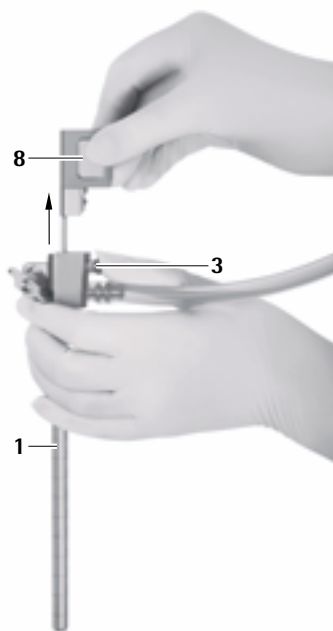

Fig. 10
- Premere il pulsante di rilascio 3 ed estrarre l'otturatore per il canale dell'ottica 8 attentamente dal trocar MINOP inVent 1, vedere Fig. 10.